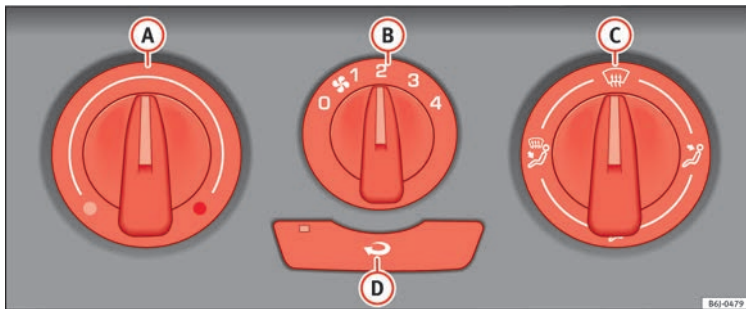

Abb. 126 Bedienelemente der Heizung in der Instrumententafel.
- Drehen Sie den Temperaturregler » **Abb. 126 A** nach links.
- Drehen Sie den Temperaturregler » **Abb. 126 A** nach rechts, bis die gewünschte Heizleistung erreicht ist.
- Drehen Sie den Temperaturregler » **Abb. 126 A** ganz nach rechts auf die höchste Heizleistung.
- Drehen Sie den Temperaturregler » **Abb. 126 A** in den Heizbereich.